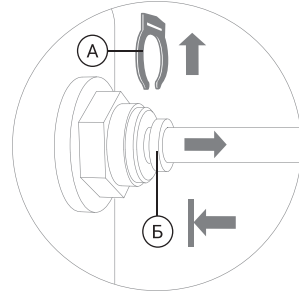

Рис. 4
2. Удалите стопорную клипсу (А) (рис. 4).
3. Нажмите на цанговое кольцо (Б) у основания фитинга (рис. 4).
4. Вытягивайте трубку, удерживая цанговое кольцо (Б) прижатым к основанию фитинга (рис. 4).